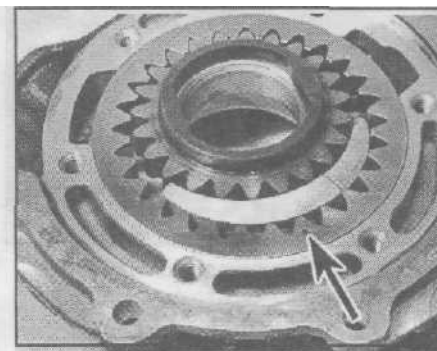

Рис. 24.3, б. Выемка внешнего ротора (показана стрелкой) должна быть направлена в сторону крышки
- 3 Снимите роторы, замечая, что выемка на внешнем роторе направлена в сторону крышки [см. рис. 24.3, а, б).